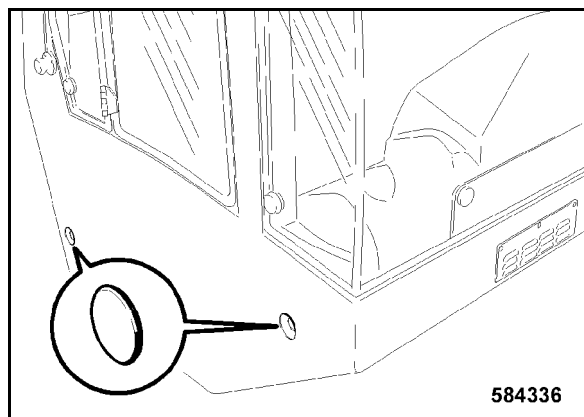

Bild 184
- Peitä kaikki sivussa olevat ruuviliitoskohdat muovisuojuksilla (Bild 184).